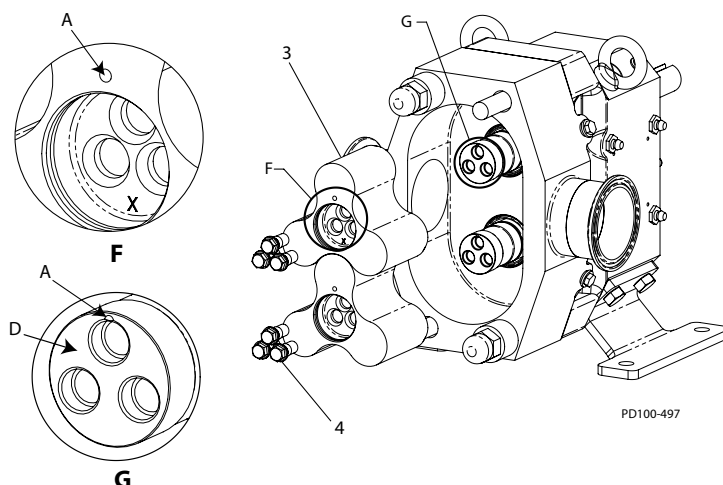

Abb. 56 - Rotormontage
2. Die Stirnfläche der Welle muss frei von hochstehenden Kanten und Graten sein (siehe Abb. 56, Detail G, Pos. D).
3. **Erneute Verwendung von Rotoren:** Tragen Sie ein verträgliches Schmiermittel auf die O-Ringe auf und montieren Sie den markierten Rotor auf der Antriebswelle, den unmarkierten Rotor auf der kurzen Welle und notieren Sie die Ausrichtungsreferenzmarkierung auf den Wellen zur Positionierung des Rotors. (Siehe Pos. A in Abb. 56, Detail F und G.)
Montage von neuen Rotoren: Tragen Sie ein verträgliches Schmiermittel auf die O-Ringe auf, montieren Sie die Rotoren auf den Wellen und notieren Sie die Ausrichtungsreferenzmarkierung auf den Wellen zur Positionierung des Rotors. (Siehe Pos. A in Abb. 56, Detail F und G.). Schlagen Sie auf der gegenüber liegenden Seite von der Ausrichtungsreferenzmarkierung eine etwa 3 mm hohe „X“-Markierung in die Ansenkung ein. Siehe Abbildung 56, Detail F; sowie Abbildung 31 für eine größere Darstellung.
4. Montieren Sie eine Ansatzschraube (Abb. 56, Einzelheit 4) in dem Loch am nächsten zur Referenzmarkierung.